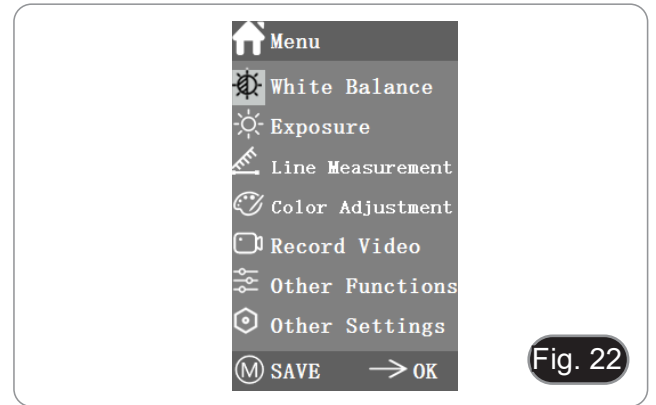

Fig. 22
2. La posizione corrente del cursore (cioè la posizione dell'icona evidenziata) è l'opzione della funzione di Bilanciamento del Bianco. (Fig. 22)